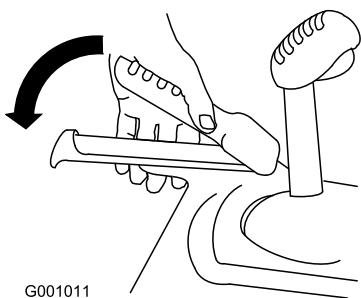

Figura 37
2. Innestate la leva della trazione e mantenetela in posizione (Figura 37).